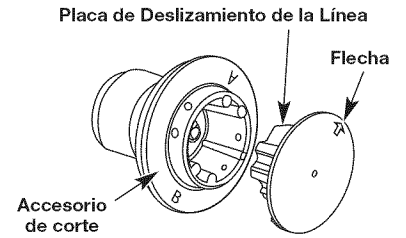

Fig. 13
3. Reinstale la placa de deslizamiento (Fig. 13). Alinee la flecha con: